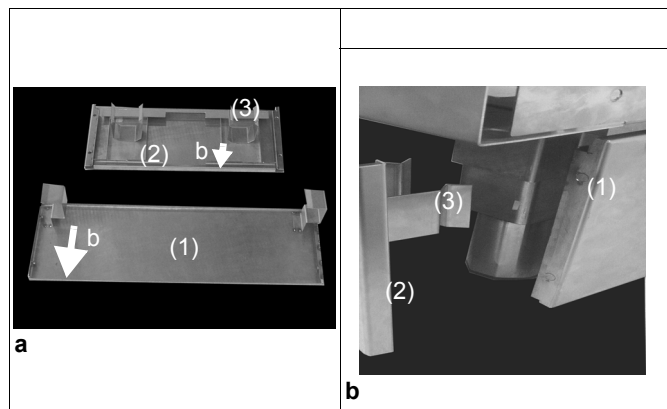

Fig. 3 Montering av sockel
- Höger och vänster sidosockel (1 / fig.3).
- Sockel för fronten, och för fristående spisar även för baksidan (2 / fig.3).
- ⇒ Skjut på sidosockeln (1 / fig.3) på benen framifrån och bakåt, använd hållaren. Hållarens stora öppning (b / fig.3) skall vara neråt.
- ⇒ Sätt fast hållarna (3 / fig.3) på sockeln (2 / fig.3).
- ⇒ Hållarens stora öppning (b / fig.3) skall vara neråt.
- ⇒ Sätt fast sockeln med hållarna (3 / fig.3) på benen.